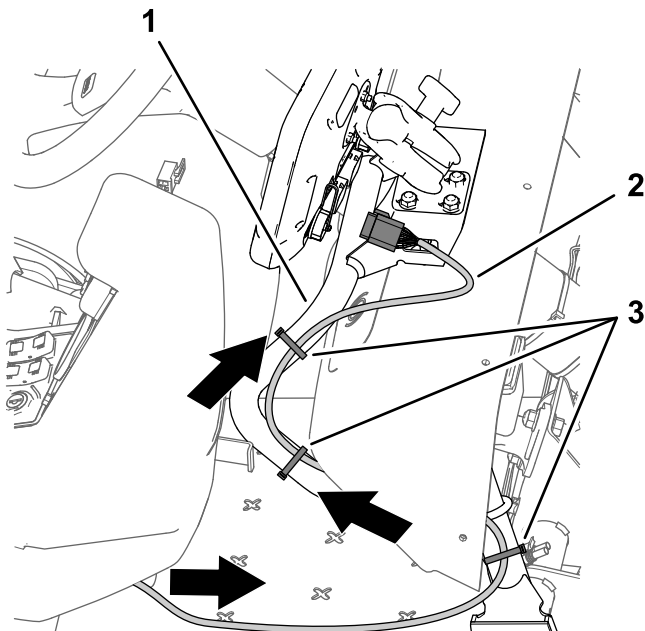

Bild 205
1. Verlegen Sie den 220-cm-Datenkabelbaumzweig (der Kabelbaumzweig mit dem 26-Buchsen-Stecker) nach vorne und unter dem Armaturenbrett (**Bild 205**).
2. Verlegen Sie den 220-cm-Datenkabelbaumzweig entlang des Stützrohrs für den Monitor (**Bild 205**).
4. Stellen Sie sicher, dass der 220-cm-Datenkabelbaumzweig genug Spiel hat, damit der Bediener die Stellung des Monitors anpassen kann; befestigen Sie den Kabelbaum mit Kabelbindern am Stützrohr für den Monitor, wie in **Bild 205** abgebildet.